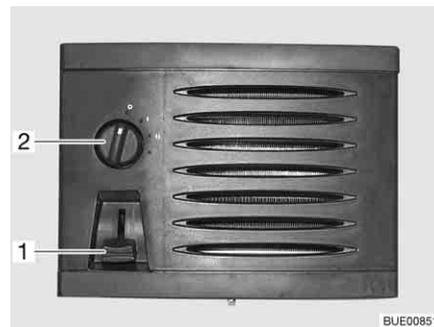

Fig. 132 Elementos de mando termocambiador adicional
- Empujar el regulador de corredera (Fig. 132,1) del regulador volumétrico de paso a la posición deseada. El circuito de agua está abierto.
- Girar el conmutador del ventilador (Fig. 132,2) del ventilador de circulación de aire en sentido de las agujas del reloj.
- Girar el conmutador del ventilador (Fig. 132,2) a "O".
- Empujar el regulador de corredera (Fig. 132,1) del regulador volumétrico de paso completamente hacia arriba.